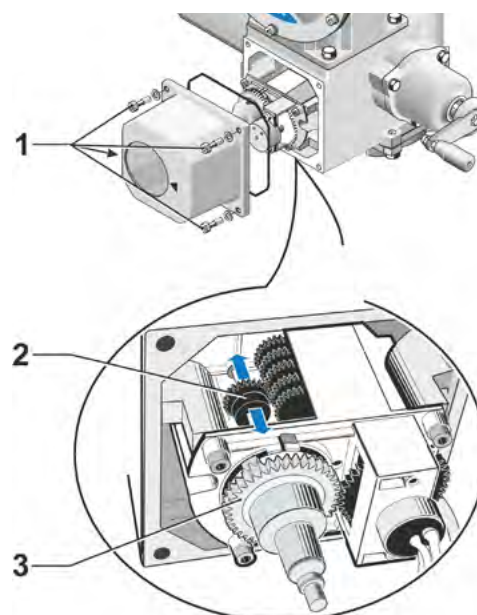

Fig. 3: Indstilling af signalgearing
og flyt skiftehjulet (fig. 3, pos. 2), således at dets tandkrans står over for den ønskede trinværdi på skalaen.
- Skub kun skiftehjulet med et let tryk i den ønskede retning. Forskydningen af skiftehjulet lettes ved at bevæge centralhjulet (fig. 3, pos. 3) en smule.